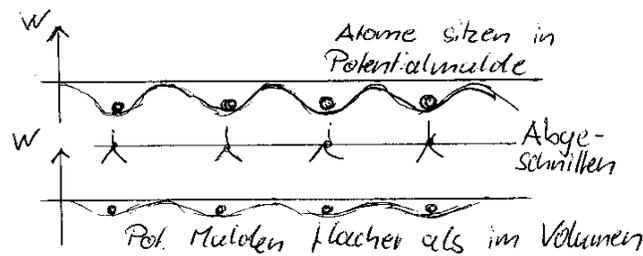

Abbildung 4: Oberfläche
**Oberfläche (Abbildung 4) ist**